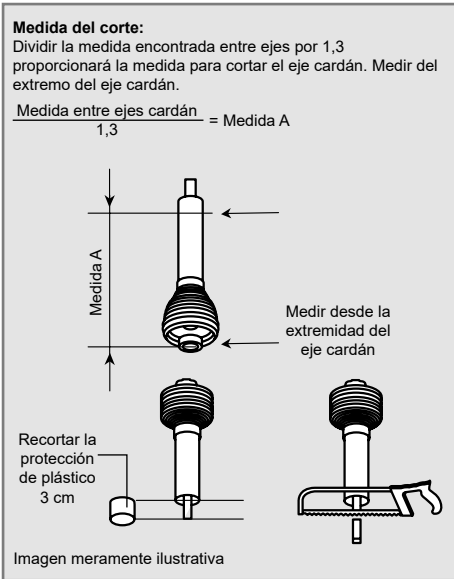

Figura 2
- La medida entre los ejes de la toma de fuerza se debe dividir por 1,3. El resultado de esa división indicará la medida A. Marque el árbol de transmisión con la medida A y corte lo que sobra, como se indica en la Figura 2.